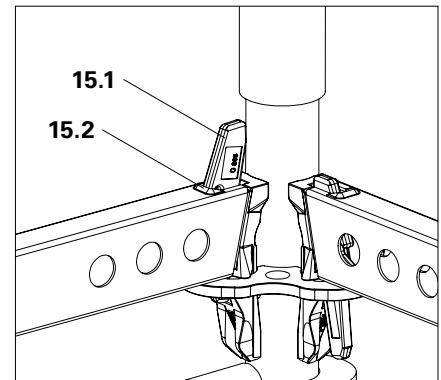
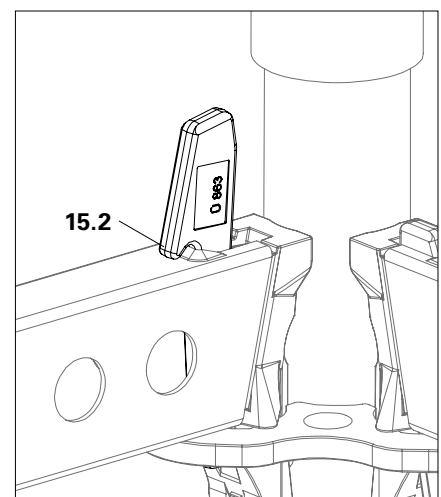

Abb. A3.04b
Abb. A3.05a
Wenn Keil nicht fällt die Keilnase (15.2) von Hand vom Horizontalriegel herunter schieben. (Abb. A3.04b + Abb. A3.05a)
2. Keil herausheben und mit Keilnase (15.2) auf Horizontalriegel auflegen. (Abb. A3.05a)